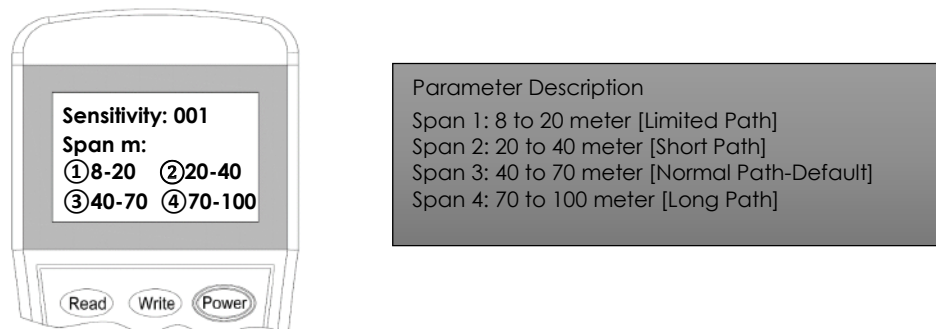

Figura 11
2. Encienda el programador, presione el botón "3" y mostrara "**Sensibilidad y alcance (m)**". A continuación presione la tecla "0 / Páge" para resaltar la configuración de Span anterior. Ahora presione el valor de 1, 2, 3 o 4 correspondiente al valor del intervalo y luego presione la tecla "Escribir". (Figura 11)